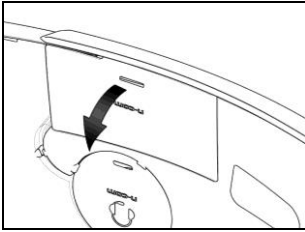

Fig. 20 – CASCO X-1005
- En la parte derecha del casco, doblar el acolchado de relleno e introducir la batería en su respectivo compartimiento (Fig. 20/21 - 22).